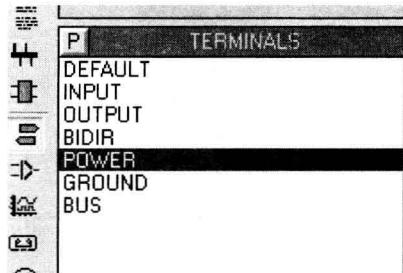

图 1-10 选择电源（“POWER”）
3) 取出电源和地的接头：单击工具栏中的 按钮，选择“对象选择器”窗口中的电源（“POWER”），如图 1-10 所示。